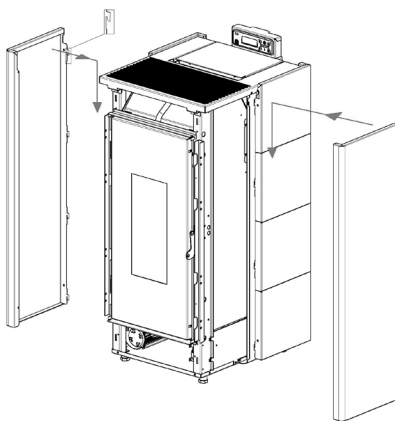

Fig. 39 - Encaixar os painéis
- Encaixar os painéis coloridos: incastrar a parte anterior entre as guias presentes na estufa, depois encaixar no verso utilizando os dentes (ver **Fig. 39**).